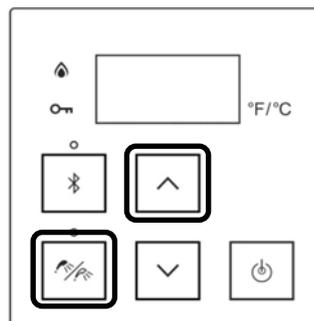

Figure 66
1. Pour verrouiller le thermostat intégré, maintenir enfoncée la touche « Priority » (priorité) (figure 66).
2. Tout en maintenant la touche « Priority » enfoncée, appuyer sur la touche fléchée vers le haut (figure 66) jusqu'à ce qu'un bip se fasse entendre (après environ 5 secondes). Ensuite, relâcher simultanément les deux touches.